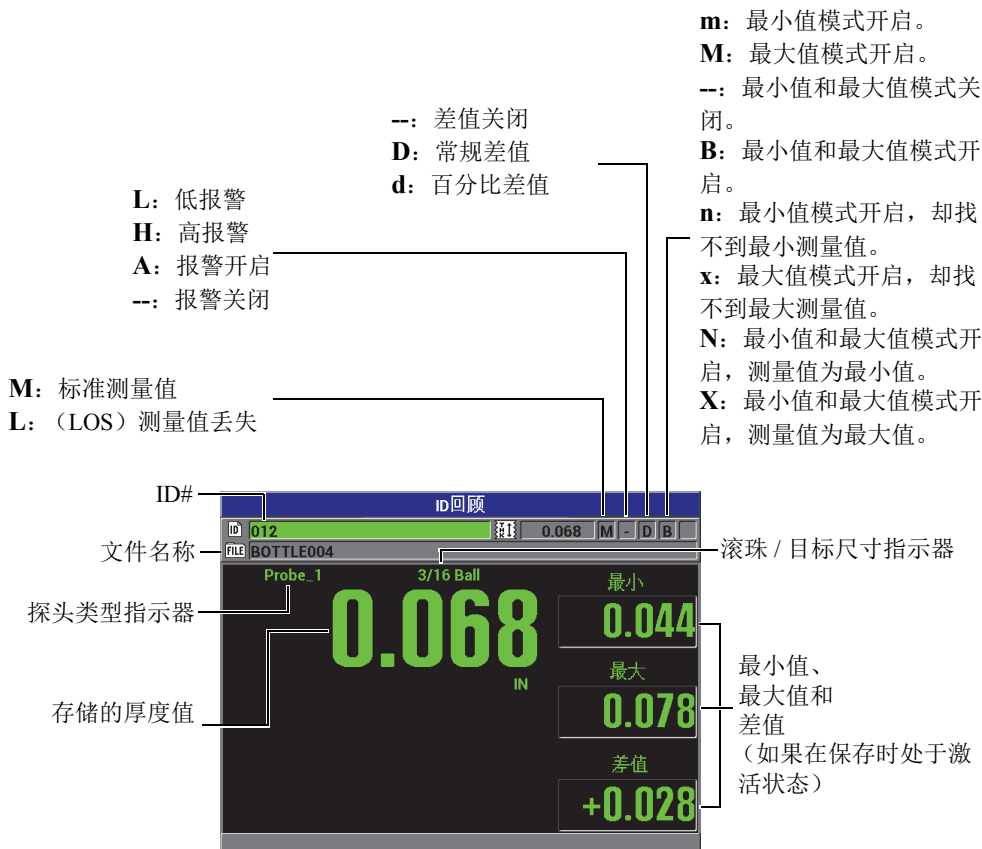

图 7-15 ID 回顾屏幕
第 119 页的图 7-15 为一个 ID 回顾屏幕的示例，并对示例中的内容进行介绍。这些标志与仪器使用发送指令时所传输的状态词的单字母缩写相同。
2. 仪器显示测量屏幕时，按 **[标识码]** 键，打开 **ID 回顾** 屏幕（参见第 119 页的图 7-15）：